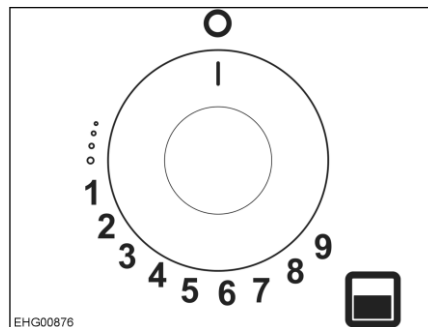

Bild 130 Vridregulator för gasugn
- Tryck på vridregulatorn (Bild 130) och vrid den moturs till den högsta nivån (gasnivå 9).